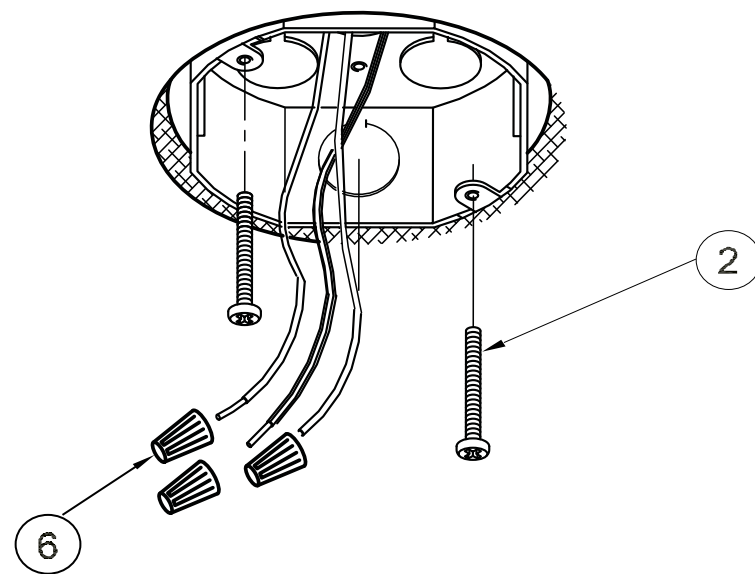

Figure 2
Voir la figure 2.
3. Rez appareil en soulevant Fixture de logement (3) à la boîte de jonction et brancher le fil de terre nu de cuivre de la boîte et le fil de terre vert de l'appareil avec un écrou de fil
4. Utiliser les serre-fils pour connecter le fil noir de l'appareil au fil noir d'alimentation et le fil blanc (neutre) de l'appareil au fil blanc d'alimentation. Voir la figure 2.
6. Placer le boîtier de l'appareil sur la boîte de jonction, aligner les fentes en trou de serrure du boîtier du luminaire sur les vis dépassant de la traverse installée sur la boîte de jonction. Pivoter le boîtier pour situer les vis dans les fentes, puis serrer les vis pour fixer le boîtier au plafond. Voir la figure 2.
7. Alignez la tige filetée (7) à l'orifice central du boîtier Poussez l'ensemble de boîtier (3) sur la surface du plafond. Installez la l'écrou borgne(5) sur la tige (7) et fixez le dispositif
8. Remettre le diffuseur (4), et les faiteaux (1).
2. **Thread two 1.5" Screws (2)** about ¼" into junction box. **See Fig 2.**
3. **Ground fixture by lifting Fixture Housing (3)** to junction box and connect the bare copper ground wire from the junction box and the green ground wire from the fixture with a wire nut (6). **See Fig 2.**
4. **Use Wirenuts (6) to connect** the black fixture wire to the black power supply wire and the white (*neutral*) fixture wire to the white power supply wire. **See Fig 2.**
5. **Hold Fixture Housing (3) in one hand and with the other hand position wires up into junction box.**
6. **Position Fixture Housing over junction box**, aligning keyholes in Fixture Housing with two Screws (2) previously mounted to the junction box. Rotate the fixture housing to locate the Screws in the slots and tighten Screws to secure the housing against ceiling. **See Fig 2.**
7. **Thread Hex Nut (5) about 1/4" onto the Nipple (7), and then nipple into the bracket hole Fixture Housing Assembly(3).**
8. **To install Diffuser (4)**, align center hole of diffuser over nipple and screw on Final (1) to secure Diffuser up against the Fixture Housing Assembly (3).
2. Enrosque (2) tornillos de 1.5" como ¼" dentro de la barra transversal. Vea Fig. 2
3. Accesorio de tierra levantando Fixture Vivienda (3) a la caja de conexiones y conecte el cable a tierra de cobre desnudo de la caja y el alambre verde de tierra del aparato con una tuerca para cable Vea Fig. 2
4. Use Capuchones de Alambres para conectar el alambre negro de la luminaria al alambre negro suplidor de electricidad y el alambre blanco (neutral) de la luminaria al alambre blanco suplidor de electricidad. Vea Fig. 2.
6. Coloque caja de la luminaria sobre la caja de ensambladura alineando los agujeros de la caja de la luminaria con los tornillos que extienden de la barra transversal previamente montados a la caja de ensambladura. Gire la caja de la luminaria hasta localizar los tornillos en las ranuras y apriete los tornillos para asegurar la caja de la luminaria contra el techo. Vea Fig. 2.
7. **Rosque la Tuerca Hexagonal (5) como 1/4" en la Entrerrosca (7)** y rosque la Entrerrosca en el agujero localizado en el Carcasa (3).
8. **Para instalar el Difusor (4)**, alinee el agujero de centro del difusor sobre la Entrerrosca y rosque el tornillo en la tapa de Final (1) para asegurar el Difusor contra el Ensamblaje de la Carcasa (3) del Luminario.